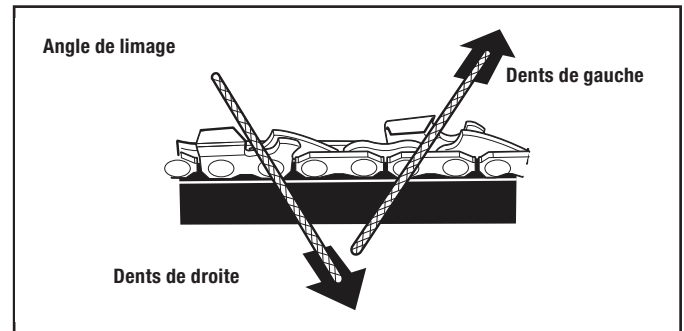

Figure 33
- 2c. Limez en direction du coin avant de la dent (Fig. 33). Soulevez la lime du métal à chaque retour. Limez uniquement lors du passage avant.
- 2e. Limez toutes les dents de gauche dans une direction (Fig. 33). Passez de l'autre côté de la chaîne et limez toutes les dents de droite dans la direction opposée (Fig. 33).